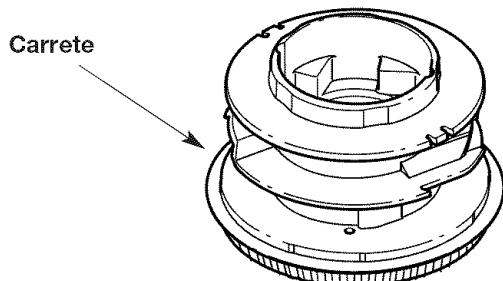

Fig. 22
- Saque todo el escombro o pasto de la perilla, del resorte, del carrete y del sello de espuma. Saque toda la línea existente del carrete antes de limpiarlo. Lave el carrete con agua jabonosa tibia (Fig. 22).